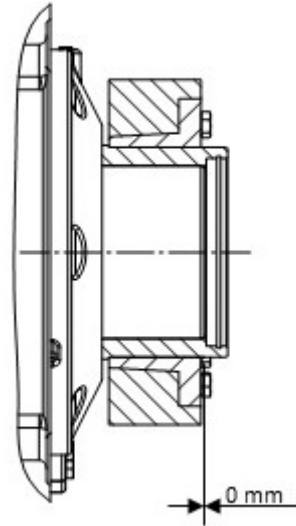

Abbildung 15: Montierte Schrumpfscheibe
- Nach dem Festziehen der Spannschrauben muss die schraubenseitige Stirnfläche des Innenringes mit der Stirnfläche des Außenringes bündig übereinander liegen. Der Verspannungszustand der Schrumpfscheibe ist so optisch zu überprüfen (Abbildung 15).